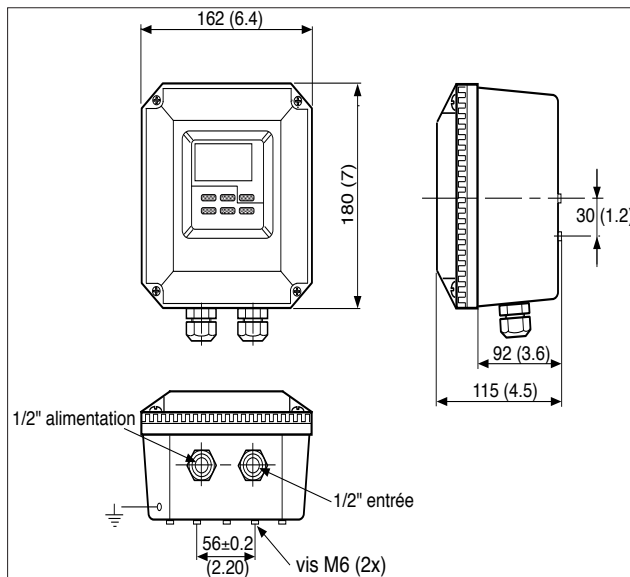

Figure 3-1. Dimensions et emplacements des presse-étoupe
- L'accès aux presse-étoupe des câbles est aisé (figure 3-1)